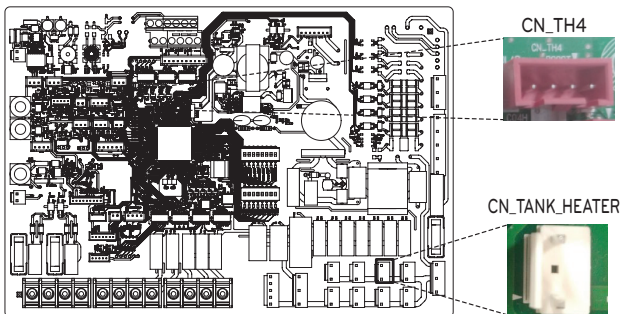

Abb. 1
- Schritt 4.** Schließen Sie den weißen Verbindungsstecker an CN\_TANK\_HEATER auf der Hauptplatine an. (Abb. 1/3)